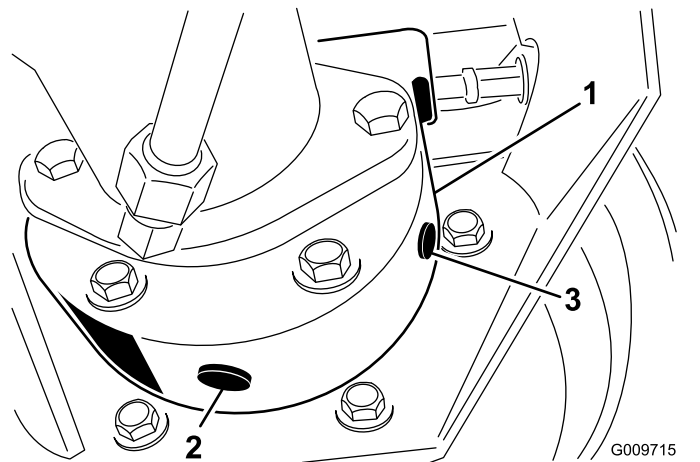

Bild 54
3. Stellen Sie eine Auffangwanne unter das Bremsgehäuse, entfernen Sie die Ablassschraube und lassen das Öl ablaufen (Bild 54).